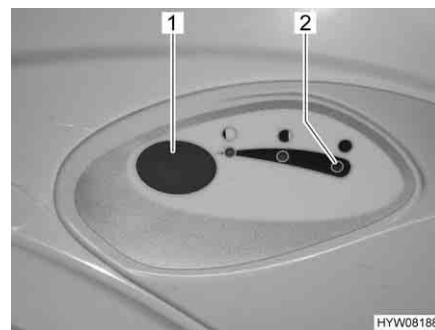

Fig. 98 Pulsante dello sciacquone/spia di controllo toilette Thetford
- Per sciacquare premere il pulsante blu (Fig. 98,1).
La spia di controllo (Fig. 98,2) si accende quando il serbatoio fecale deve essere svuotato.